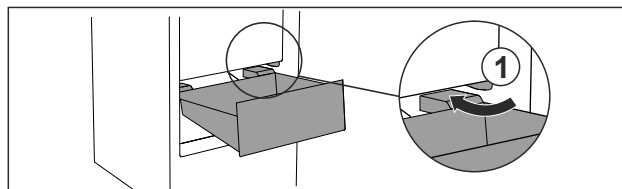

Fig. 60
- ▶ Guider le tiroir en biais en contournant les butées Fig. 60 (1).